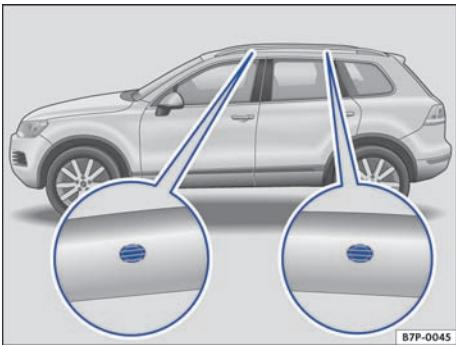

图 136 底架和车顶行李架的固定点
定位孔位于车顶行李架基架的内侧  $\Rightarrow$  图 136。
- 底架只可固定在图中所示标记处  $\Rightarrow$  图 136。